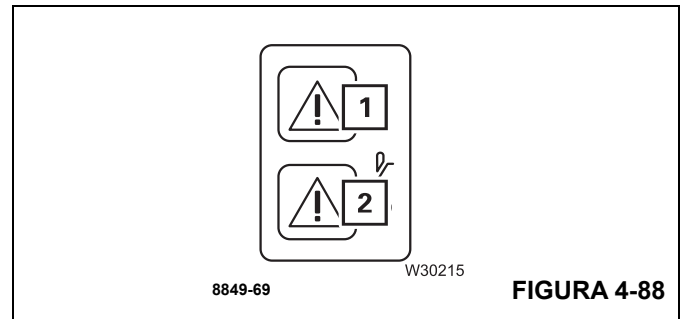

FIGURA 4-88
Los movimientos de la grúa se reactivan cuando se regresa a un estado de funcionamiento normal por debajo de la capacidad de carga máxima permitida – las luces (1), (Figura 4-88), y (2), (Figura 4-88), se apagan.